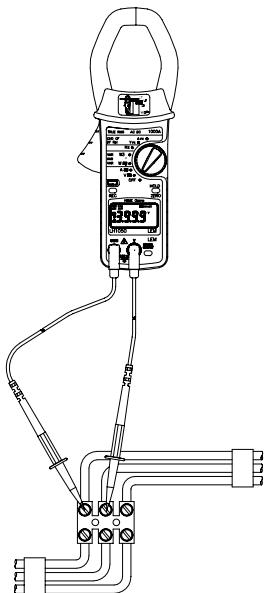

Fig. 3
- Insertar los cables de prueba en las tomas situadas en el frente del instrumento, el cable rojo al terminal VΩ y el cable negro al terminal COM, tal y como se indica en la Fig. 3.
- Pulsar el gatillo para abrir las mordazas e insertarlas alrededor del conductor de corriente tal como se muestra en la Fig. 3
- Para medir la frecuencia del voltaje de la alimentación, aplique los cables de prueba al circuito, tal y como se indica en la Fig. 3, y lea la visualización.